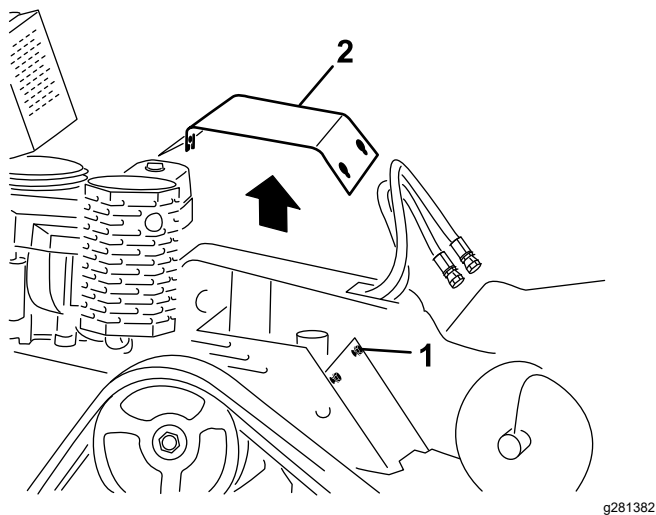

Figure 21
4. Desserrez l'un après l'autre les 3 boulons qui fixent le capot de protection au cadre jusqu'à ce que le capot se détache (Figure 21).
1. Boulon (3) 2. Plaque de protection
6. Pour installer le capot de protection avant d'utiliser la machine, glissez-le en place et fixez-le avec les 3 boulons retirés précédemment (Figure 21).